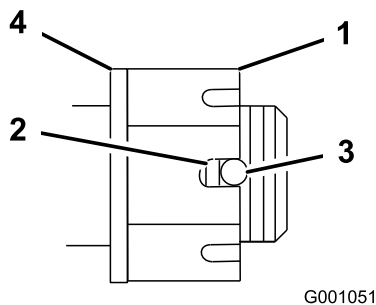

Figura 45
4. Serrate il dado a corona a 170 Nm (Figura 45).
5. Controllate la distanza tra la base della scanalatura del dado e il bordo interno del foro. Devono essere visibili due filetti o meno (Figura 45).
7. Serrate il dado a corona a 170 Nm. (Figura 45).
8. Serrate il dado fino ad allineare la serie di scanalature successiva con il foro dell'albero (Figura 45).